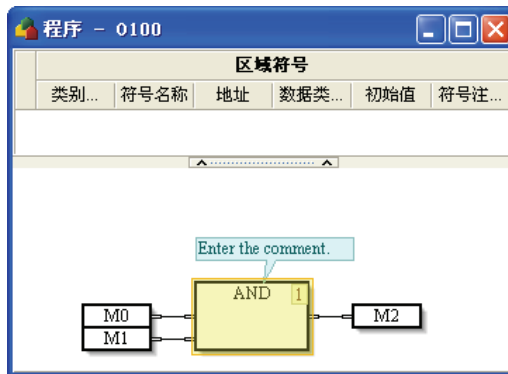

图 12-45 连接到对象的批注
- (2) 再点选图标工具栏的「批注」按钮，会出现一个连接到此对象的批注，如图 12-45。同样的可以在此批注对象输入批注的说明内容。